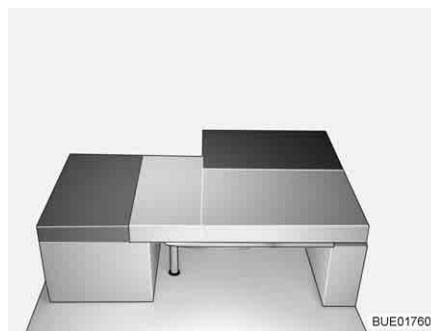

Fig. 137 Après la transformation
- Poser le coussin de dossier de la banquette sur la table (devant le coussin d'assise de la banquette, voir Fig. 137).
- Poser le coussin de dossier de la banquette latérale sur la table (entre le coussin d'assise de la banquette latérale et celui de la banquette, voir Fig. 137).